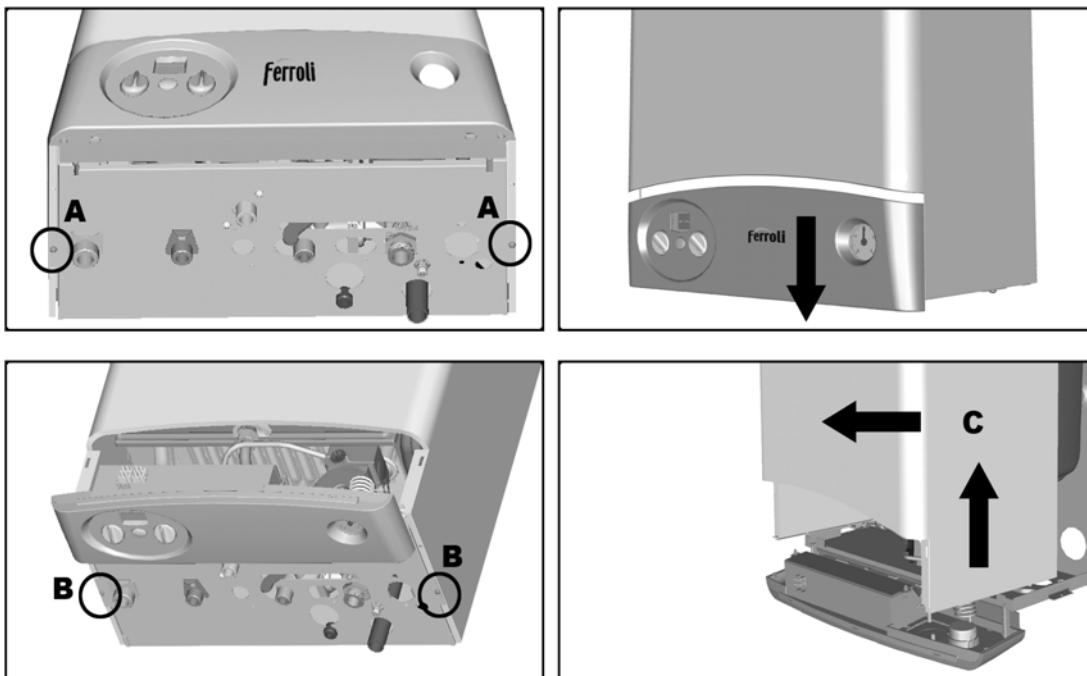

рис. 18 - Снятие кожуха
1. Отвинтите оба винта "A" (см. рис. 18).
2. Опустите панель управления (см. рис. 18).
4. Полностью отвинтите оба винта B (см. рис. 18).